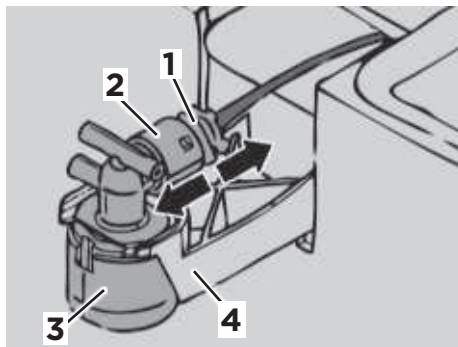

Abb. 47
3. Drehen Sie den grünen Verschluss (Abb. 47/1) und ziehen Sie den grünen Verschluss mit angeschlossenem Schlauch vorsichtig aus dem Auslaufhahn (Abb. 47/2) heraus. Vermeiden Sie es, das Schlauchende zu berühren.
4. Entnehmen Sie den Auslaufhahn mit all seinen Bestandteilen (Abb. 47/3) aus der Verankerung (Abb. 47/4).
11. Setzen Sie den Auslaufhahn mit all seinen Bestandteilen (Abb. 47/3) wieder in die Verankerung (Abb. 47/4) ein. Vermeiden Sie es, das Schlauchende zu berühren.
12. Schrauben Sie den grünen Verschluss (Abb. 47/1) am Schlauch wieder an den Auslaufhahn (Abb. 47/2) an.